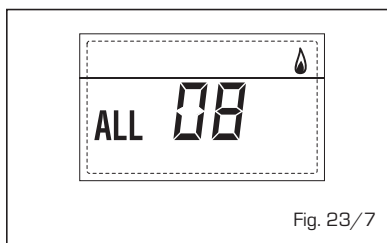

Fig. 23/7
- **WATER CIRCULATION ANOMALY ALARM 09** (fig. 23/8)